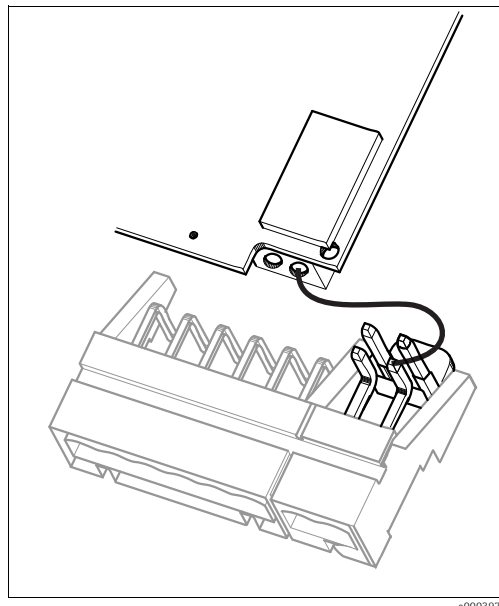

Abb. 26: pH-Eingangsmodul im Gehäusedeckel mit Kabel (rot) für Anschluss von Glaselektroden
5. Ziehen Sie auf der rechten Seite des Gehäusedeckels das rote Kabel zum pH-Eingang beidseitig ab (s. Abb. 26).